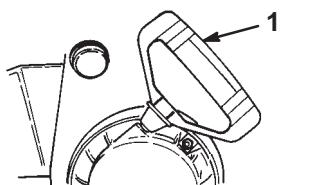

Bild 17
- **Rücklaufstarter** (Bild 17)—Der Rücklaufstarter befindet sich hinten am Motor. Ziehen Sie den Rücklaufstarter zum Anlassen des Motors.
8. Ergreifen Sie den Rücklaufstartergriff (Bild 17) und ziehen Sie ihn langsam heraus, bis ein Widerstand zu spüren ist. Ziehen Sie dann kräftig durch, um den Motor zu starten.